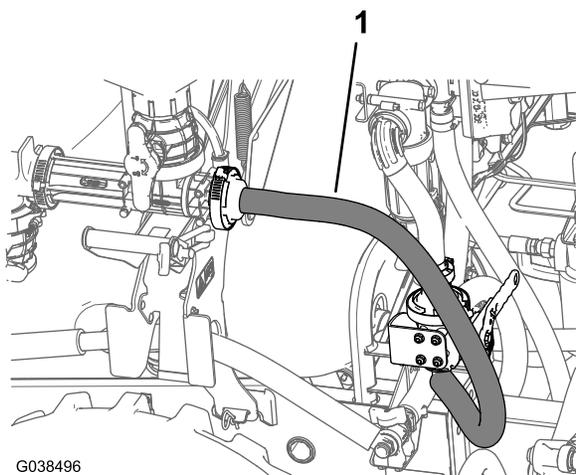

図 102
3. 図 102 のように、エダクタ用給液ホースを、エダクタ停止バルブの底部へ導く。
6. エダクタ給液ホースのバーブ付きストレートフィッティングをエダクタの入り口フランジに固定しているフランジランプを締め付ける (図 102)。